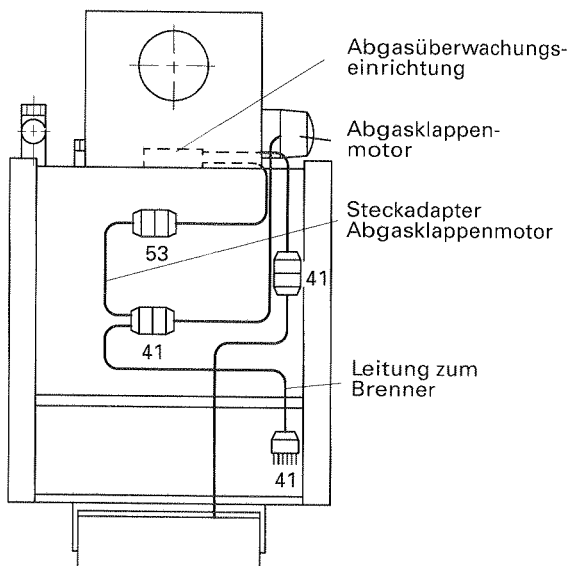

Abb. 12
- Heizkessel mit motorisch gesteuerter Abgasklappe und mit Abgasüberwachungseinrichtung siehe Abb. 12.